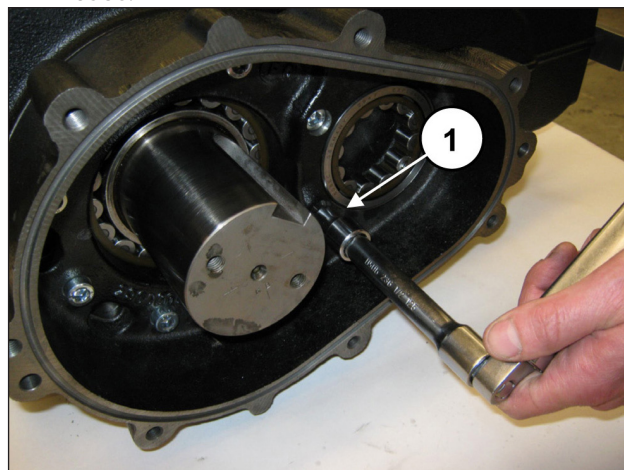

Fig. 66
Aperte os oito parafusos M10x40 (pos. ①, Fig. 66).